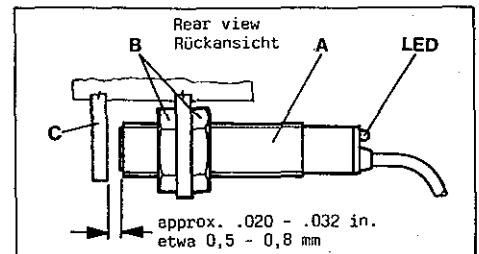

Fig. 56
The proximity switch (A, Fig. 56) prevents the motor respectively the sewing machine from running, when the thread trimmer mechanism is not in its extreme right end position (home position). Adjust as follows:
Set the face of proximity switch (A, Fig. 56) with nuts (B) close to lever (C) until the light emitting diode (LED) lights up. The distance between proximity switch (A) and lever (C) is normally approx. 0.5 to 0.8 mm (.020 to .032 in.). When moving the thread trimmer mechanism about 0.5 mm (.020 in.) from its right end position to the left, the LED must go out and the motor respectively the sewing machine will not start to run when depressing the motor treadle.
Der Näherungsschalter (A, Fig. 56) verhindert das Laufen des Motors bzw. der Nähmaschine, wenn der Fadenabschneidermechanismus nicht in seiner äußerst rechten Endstellung (Ruhestellung) ist.
Stellen Sie die Stirnfläche des Näherungsschalters (A, Fig. 56) mit Hilfe der Muttern (B) so nahe an den Hebel (C), daß die Leuchtdiode (LED) aufleuchtet. Der Abstand zwischen Näherungsschalter (A) und Hebel (C) ist normalerweise etwa 0,5 bis 0,8 mm.